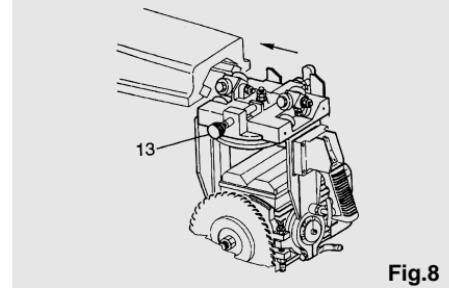

Fig.8
- Feststellknopf (13) wie in Abb. 8 angegeben an seinem Sitz anbringen.
- Die Einheit Wagen-Gabel-Motor in die Führung einfügen. Achten Sie dabei darauf Stöße zu vermeiden, die die Einstellung an den Kugellagern verändern könnten (siehe Abb. 8). Die Einheit ist von unserer Qualitätskontrolle bereits überprüft worden.